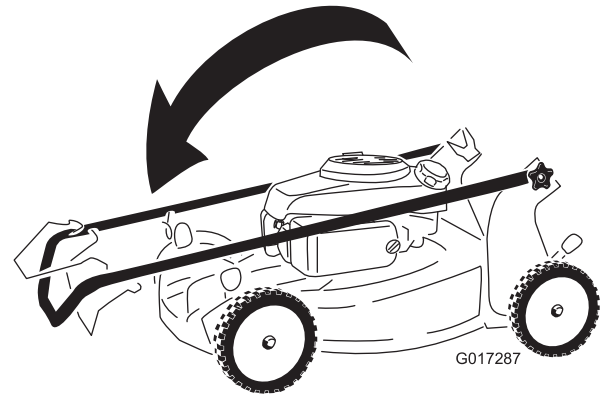

Figura 24
2. Pliegue hacia adelante la sección superior del manillar, según se muestra en Figura 24.